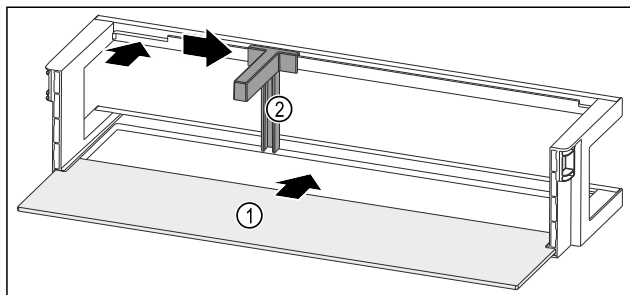

Fig. 240 Rafti i derës me raft mbajtës
- Futni raftin mbajtës Fig. 240 (1) në folëtë anësore.
- Vendosni mbajtësen e shisheve Fig. 240 (2) te foleja.
- Shtyni anash mbajtësen e shisheve Fig. 240 (2) në pozicionin që dëshironi.